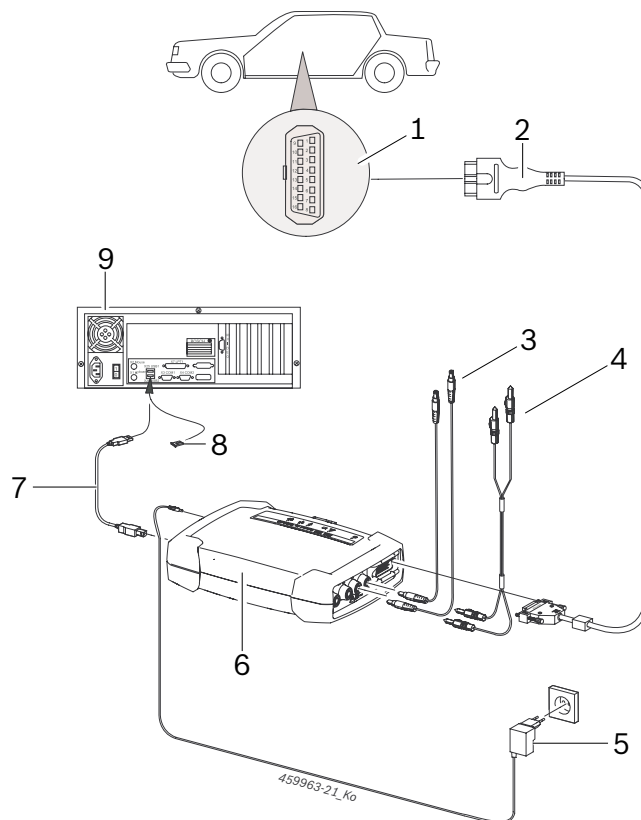

Abb. 6: Exemplu de plan de conexiuni cu referire la KTS 590
- cablul de conexiune OBD (Fig. 6, poz. 2) sau